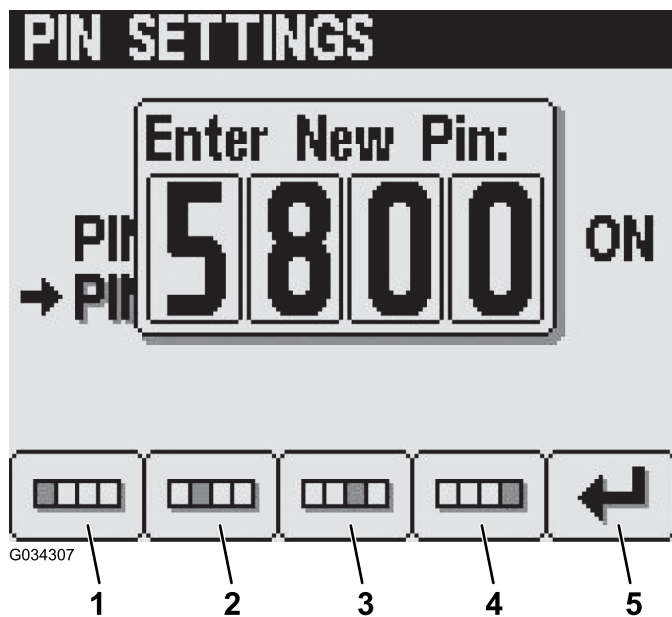

Figure 19
5. Saisissez le nouveau code PIN en utilisant les boutons 1 à 4 puis en appuyant sur le bouton 5 pour confirmer (Figure 19).